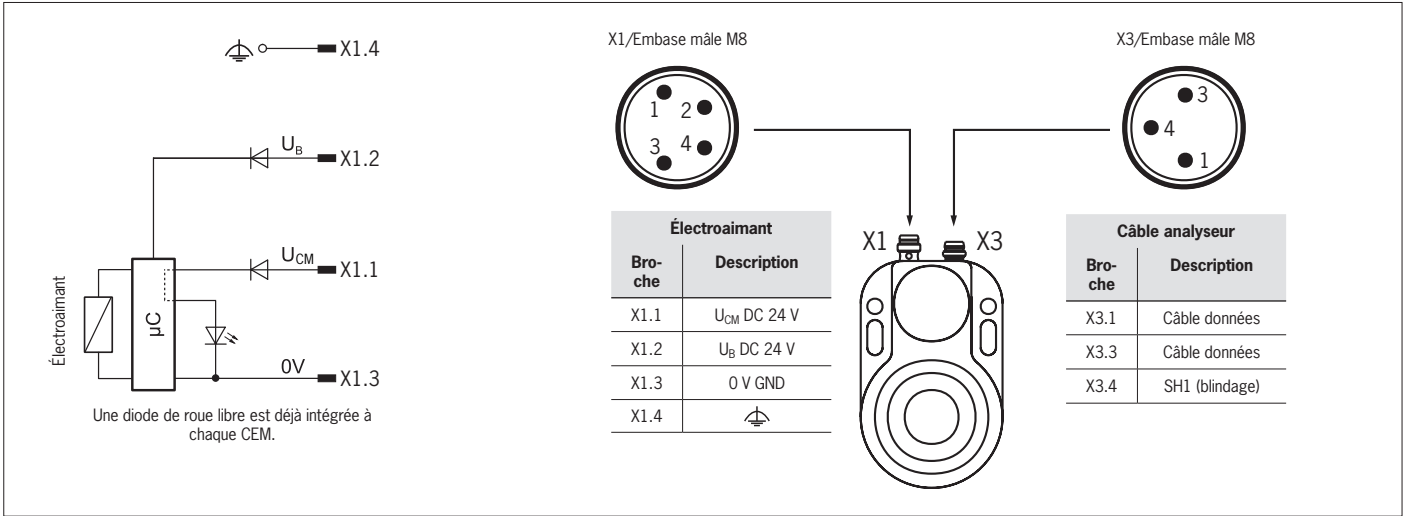

Fig. 4 : Affectation des broches
- Affectation des broches, voir Fig. 4.